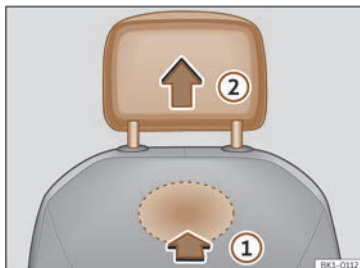

Fig. 93 Reposacaps davanter: desmuntatge.
- Per desbloquejar-lo, busqueu el rebaix situat a la part posterior del respall per la zona marcada i premeu en el sentit de la fletxa >>> **fig. 93 ①**.
- Traieu el reposacaps en el sentit de la fletxa ②.